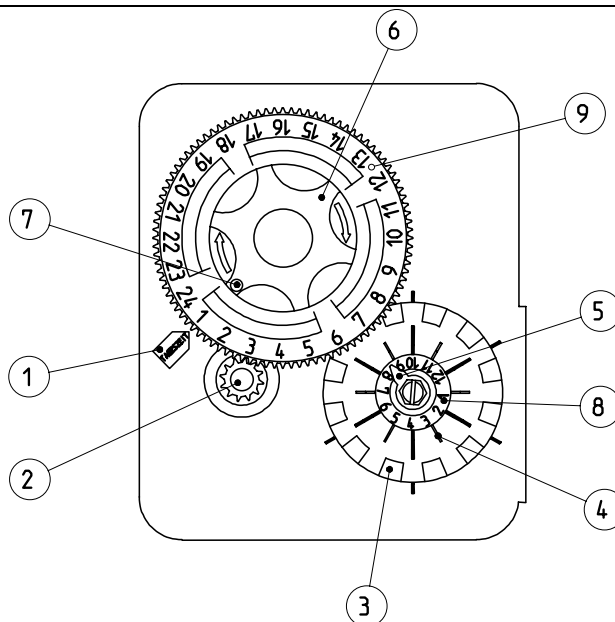

Fig. D-3: Disegno comando
Dalla posizione del punto di riferimento (Fig. D-3, pos. 7) sul disco di rigenerazione (Fig. D-3, pos. 6) è possibile leggere lo stato di esercizio attuale.
Punto di riferimento (Fig. D-3, pos. 7) è opposto alla freccia di riferimento (Fig. D-3, pos.1)	Posizione di esercizio
Ogni altra posizione di (Fig. D-3, pos. 7)	Rigenerazione; il disco di rigenerazione (Fig. D-3, pos. 6) gira in senso orario, dalla posizione del punto di riferimento (Fig. D-3, pos. 7) è possibile rilevare il progresso della rigenerazione.
3. Per attivare la rigenerazione, girare il disco di rigenerazione (Fig. D-3, pos. 6) di uno scatto (attenzione al clic!) verso destra.
L'impianto di addolcimento comincia con la rigenerazione, il disco di rigenerazione (Fig. D-3, pos. 6) si gira lentamente in senso orario. Dopo circa 3 ore la rigenerazione è completa e il punto di riferimento (Fig. D-3, pos. 7) corrisponde nuovamente alla freccia di riferimento per l'ora (Fig. D-3, pos. 1).